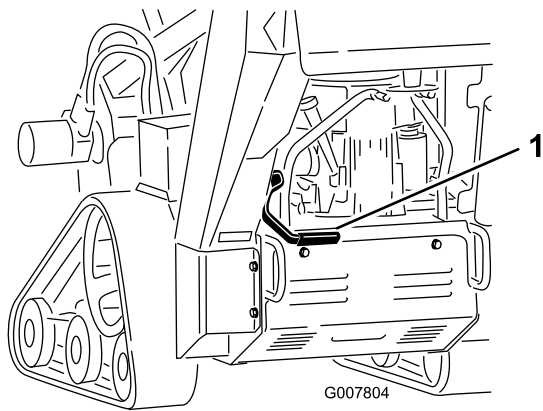

Figura 14
- Para poner el freno de estacionamiento, tire de la palanca del freno hacia atrás y hacia arriba (Figura 14).
- Para quitar el de estacionamiento, tire de la palanca hacia atrás y luego hacia abajo (Figura 14).